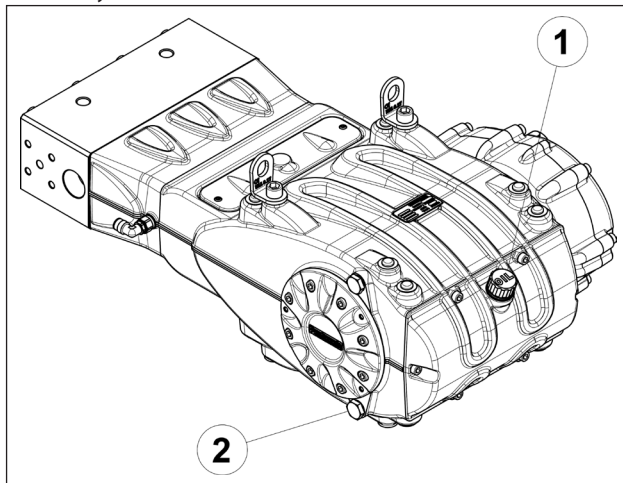

Fig. 3
Controlar el nivel de aceite utilizando el tapón con varilla de nivel con marca de mínimo y máximo ①, Fig. 3. Si es necesario, repostar para restablecer el nivel.
El cambio de aceite se ha de realizar con la bomba a temperatura de trabajo, desmontando el tapón pos. ②, Fig. 3.